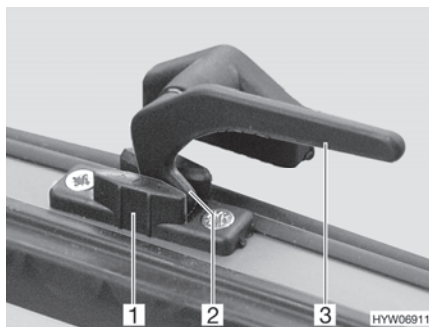

Fig. 47 Leva di serraggio in posizione "Aerazione continua"
- In posizione di "Aerazione continua" (Fig. 47)
- Ruotare tutte le leve di serraggio (Fig. 47,3) di un quarto di giro verso il centro della finestra.
- Girare nuovamente all'indietro tutte le leve di serraggio. Riportare contemporaneamente il nasello di chiusura (Fig. 47,2) nella rientranza della chiusura della finestra (Fig. 47,1).